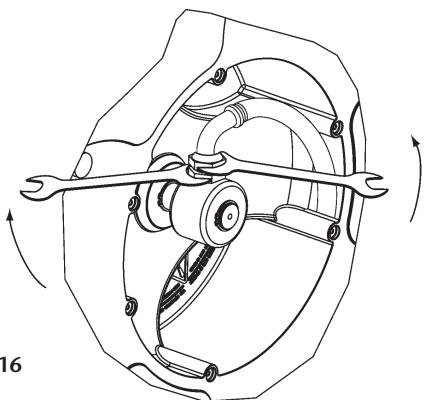

Fig.16
- Unscrew the nuts with two spanners (fig. 16).
- Con dos llaves, afloje la manguera de la rótula (fig. 16).
2. Avec deux clés, desserrer le flexible de la rotule (fig.16).
2. Lösen Sie die Schraubenmuttern mit Hilfe zweier Gabelschlüssel (Fig. 16).